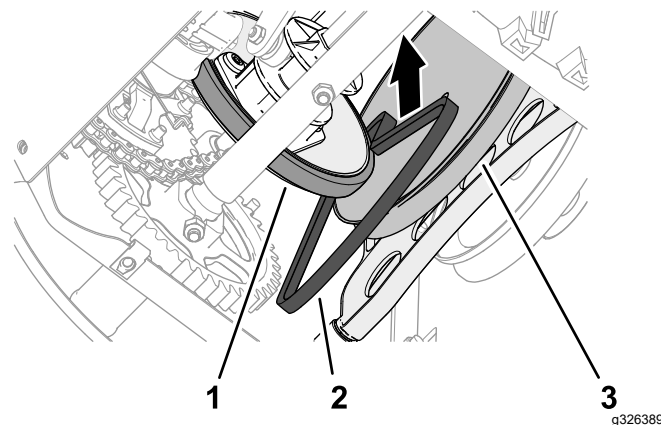

Figura 49
1. Fate scorrere la cinghia di trazione tra la ruota di frizione e la puleggia di trazione e nella macchina (Figura 49).